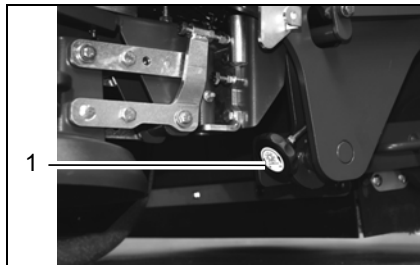

Abb. 39
Die Einstellvorrichtungen (Abb. 39/1) für den Kehrspiegel befindet sich auf der rechten Seite der Maschine hinter dem seitlichen Anfahrerschutz.
4. Die Einstellvorrichtung (Abb. 39/1) wie nachfolgend beschrieben drehen: